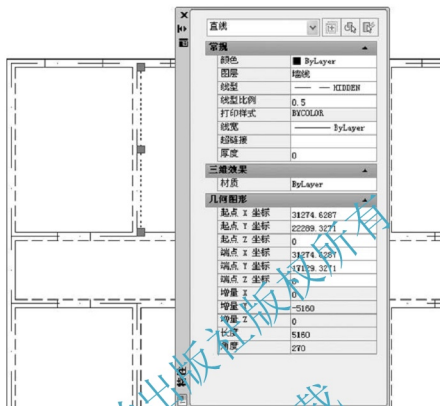

图 5.25 修改线型比例
(3) 修改虚线的线型比例: 取消夹点后, 可以看出虚线的线段太长、不美观。接下来修改虚线的线型比例以改变虚线的显示。
(4) 如图 5.25 所示, 在命令行无命令的状态下选中其中一条虚线, 单击【标准】工具栏上的  图标, 打开【特性】对话框, 将线型比例由“1”改为“0.5”, 然后关闭对话框。可以发现虚线的显示状态随线型比例发生了变化。